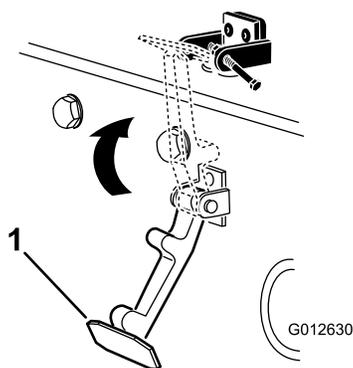

Рисунок 9
6. Введите фиксатор в зацепление с кронштейном фиксатора капота (Рисунок 9).